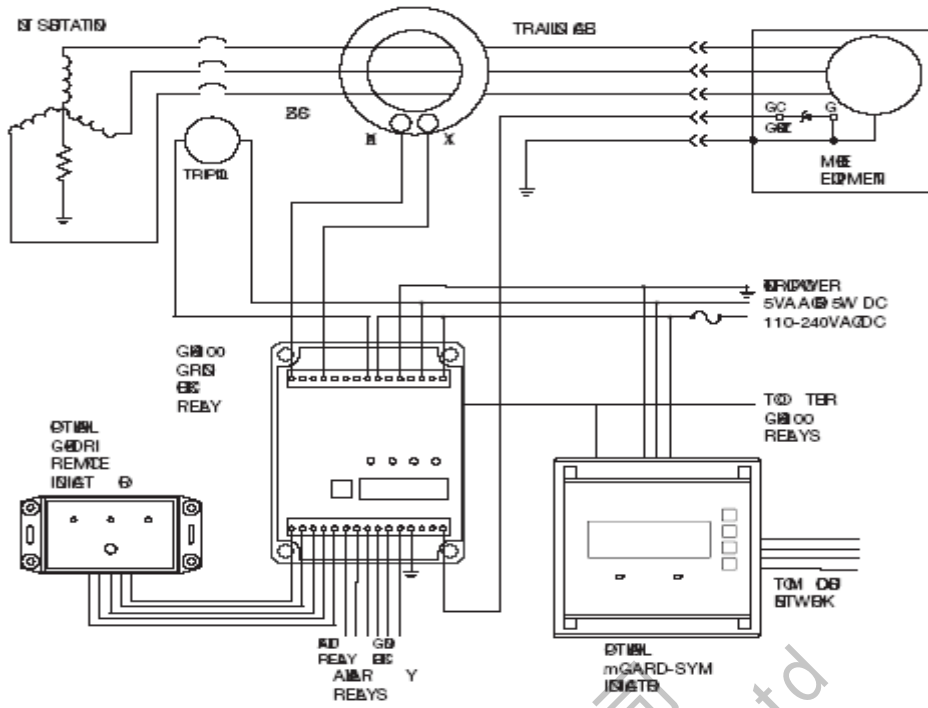
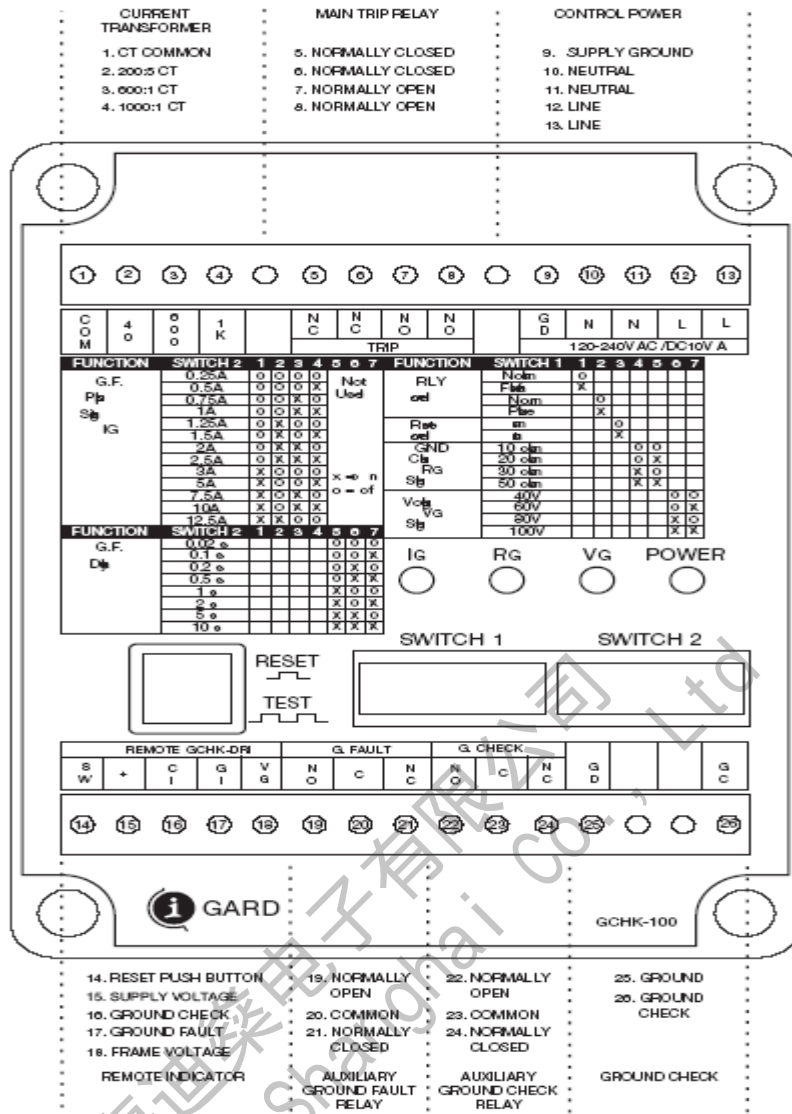

图 6.2 显示了保护电路断路器的分励脱扣线圈与继电器 GCHK-100 的常开触点相连接。这是非失效连接。在这里不用 Z 型继电器的常闭触点，其仅仅在失效模式下使用。
Figure 6.3 Relay Terminal Drawing
**布线**（请见图6.2连接图和图6.3的继电器端子图）
ZSCS 传感器的位置没有限制，No.14 无屏蔽线可用来连接 T 型传感器的 SEC 端子到继电器的“1000”端子。传感器的接地如图 6.2 所示。对于其他型的传感器，可以根据所选的传感器的比率来选择 600 端子或者 40 端子。